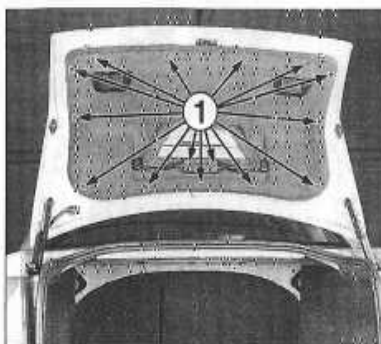

FIGURE 11-1
- Débrancher et dégager le tuyau de lave-vitre (1).
- Extraire, à l'aide d'un tournevis, l'agrafe du vérin (2) et le dégager du capot.
- Dévisser la vis du cache charnière (3) afin de le déposer.
À l'aide d'un autre opérateur, retirer les vis des charnières (4) et déposer le capot (figure 11-1).